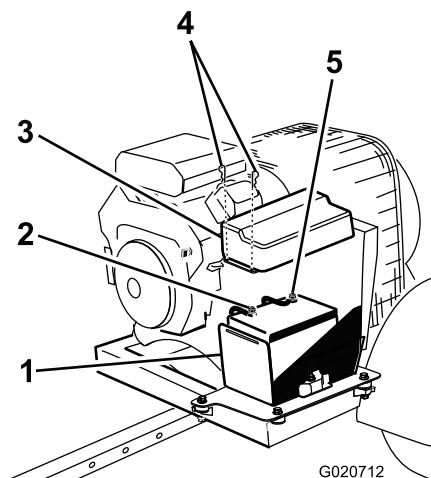

Figura 5
2. Conecte el cable positivo (rojo) al borne positivo (+) (Figura 5).
3. Conecte el cable negativo (negro) al borne negativo (-) de la batería (Figura 5).